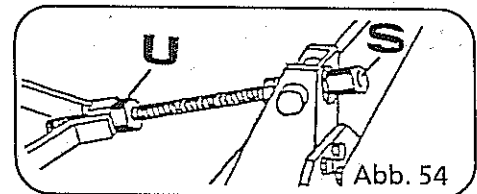

Abb. 54
- Kontermutter (Abb. 54, Pos. U) wieder fest anziehen.